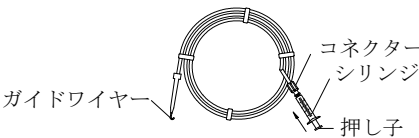

図 1
2. ケースのコネクターに生理食塩液等を入れたシリンジを接続して、ケース内をフラッシュし、ガイドワイヤーの表面を十分に濡れた状態にする（図 1 参照）。